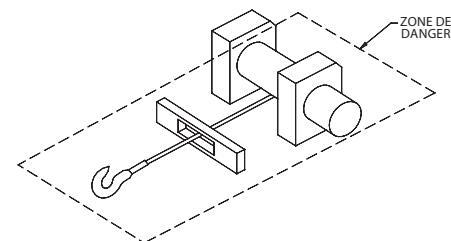

Fig. 1
3. Prenez garde à la zone de danger. La zone de danger correspond à la zone de rotation du tambour du câble, au guide-câble (selon le modèle), au câble, au crochet et au moteur (**reportez-vous à la figure 1**). En premier lieu, libérez la tension sur la charge et déconnectez ensuite le contacteur de commande avant de mettre vos mains à proximité de la zone de danger. Déconnectez les câbles d'alimentation de la batterie avant de travailler sur le tambour.